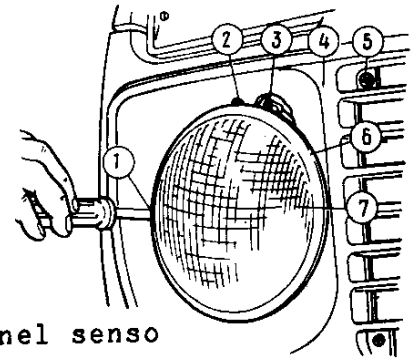

Fig. 68. Proiettore:
4. Per l'eventuale regolazione del fascio luminoso nel senso verticale agite sulla vite 2 (fig. 68); per la regolazione nel senso orizzontale agite sulla vite 1 (fig. 68).
Per sostituire le lampade svitate le viti 5 (fig. 68) di fissaggio del rivestimento decorativo 4 del radiatore e toglietelo; allentate le viti 3 di fissaggio del cerchio del proiettore, girate il cerchio in senso antiorario e staccatelo. Asportate l'elemento ottico 7 e premete le mollette di fissaggio della lampada.